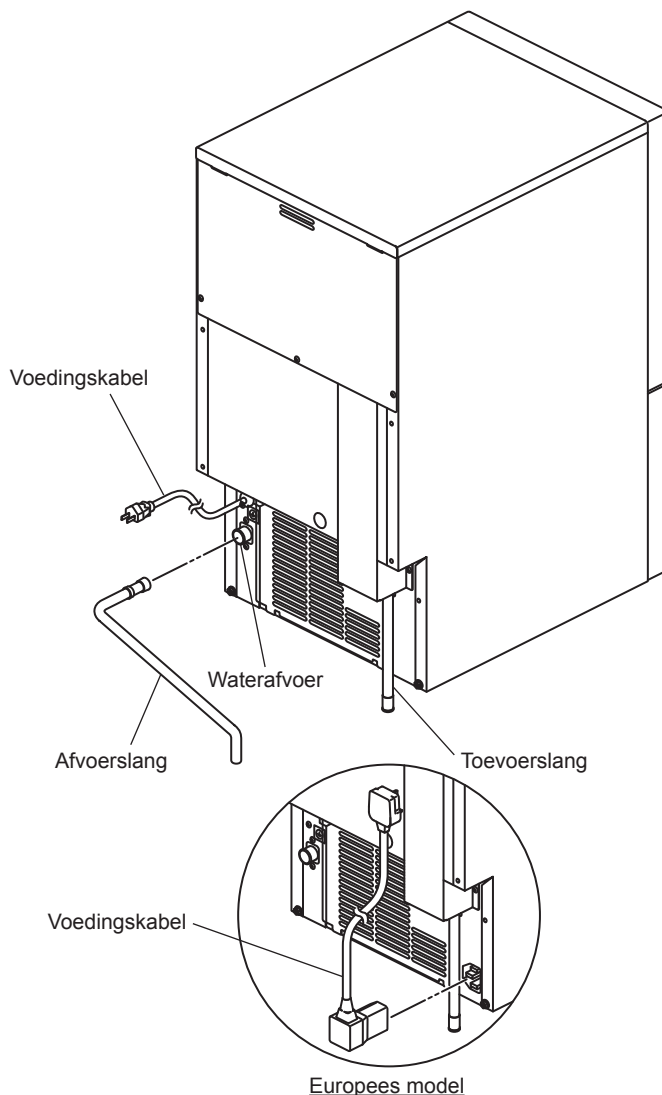

Fig. 3
2) Draai de flexibele grijze afvoerslang (meegeleverd) handvast aan op de aansluiting aan de achterkant van de ijsmachine zoals aangegeven (fig. 3). Zorg er daarbij voor dat de rubber afdichtring goed is aangebracht voor een lekvrije aansluiting. De slang kan zonodig op lengte worden gesneden voor een passende aansluiting op de hoofdafvoer. Voorkom waterlekkages door de afvoerslang aan de waterafvoer te bevestigen met behulp van een slangklem.